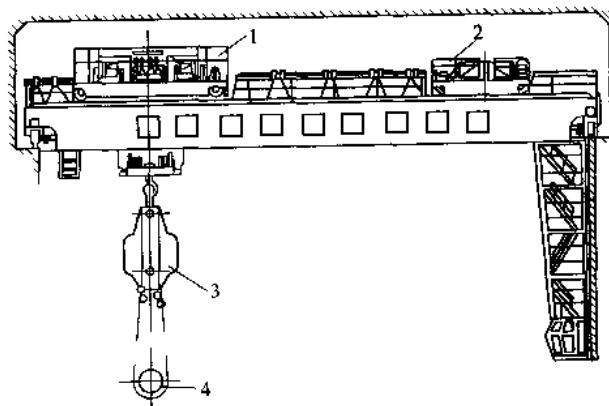

图 1-9 锻造起重机
(3) 锻造起重机 锻造起重机是水压机车间在锻造过程中进行吊运和翻转锻件的专用起重机，如图 1-9 所示。它的主、副两台小车在各自轨道上行走。在主小车上装有转料机，以翻转锻件或平衡杆。副钩用链条兜住平衡杆后端，配合主钩抬起平衡杆。
(4) 淬火起重机 淬火起重机是大型机械零件热处理中淬火及调质工作的专用起重机，它与普通起重机大体相似，但需符合